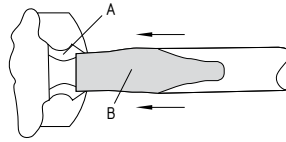

図43
- ・操作部分プランジャとネジ部分EFR間の携行ネジ(A)はドライバーで(B)で緩めて下さい(図43参照)。(図参照)操作部分は、元の位置に戻ります。